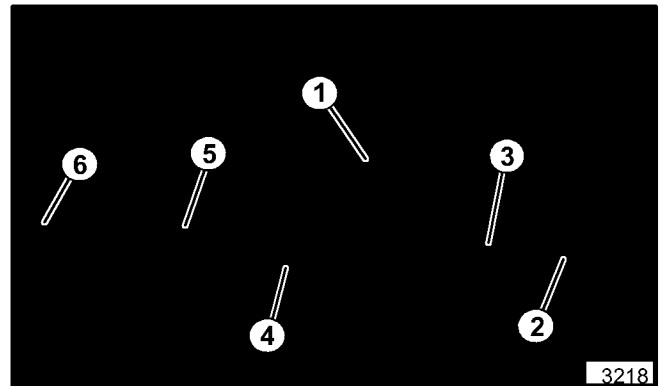

Abbildung 34. Eingangswelle
7. Zahnräder, Keil und Abstandsstück von der Eingangswelle entfernen (siehe Abbildung 34).